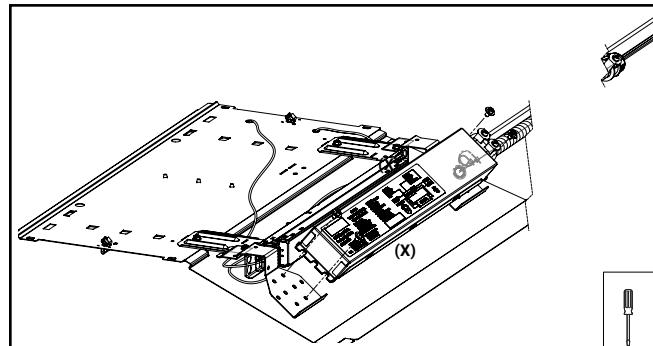

**Figura 1 - Lista de componentes de la batería de emergencia**
- i. Si el componente del interruptor de prueba F-(1) de la Figura 1 tiene que montarse en algún lugar que no sea la parte trasera del luminaire (como se muestra en las Figuras 3 y 4), Monte el botón de prueba/luz indicadora/entrada láser en una loseta o en un lugar diferente de manera que la luz indicadora sea visible una vez que se instale el luminaire. Se requiere un montaje adecuado para la accesibilidad y funcionalidad de la función de prueba de entrada láser y la prueba de desconexión de la batería de la tecla EZ.